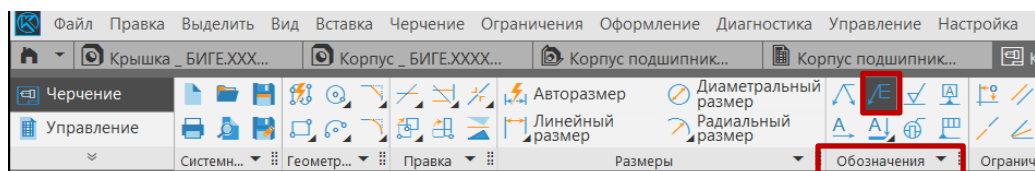

Рис. 16 Команда «Обозначение позиций»
- **Черчение – Обозначения – Обозначение позиций** (рис. 16 – 18):